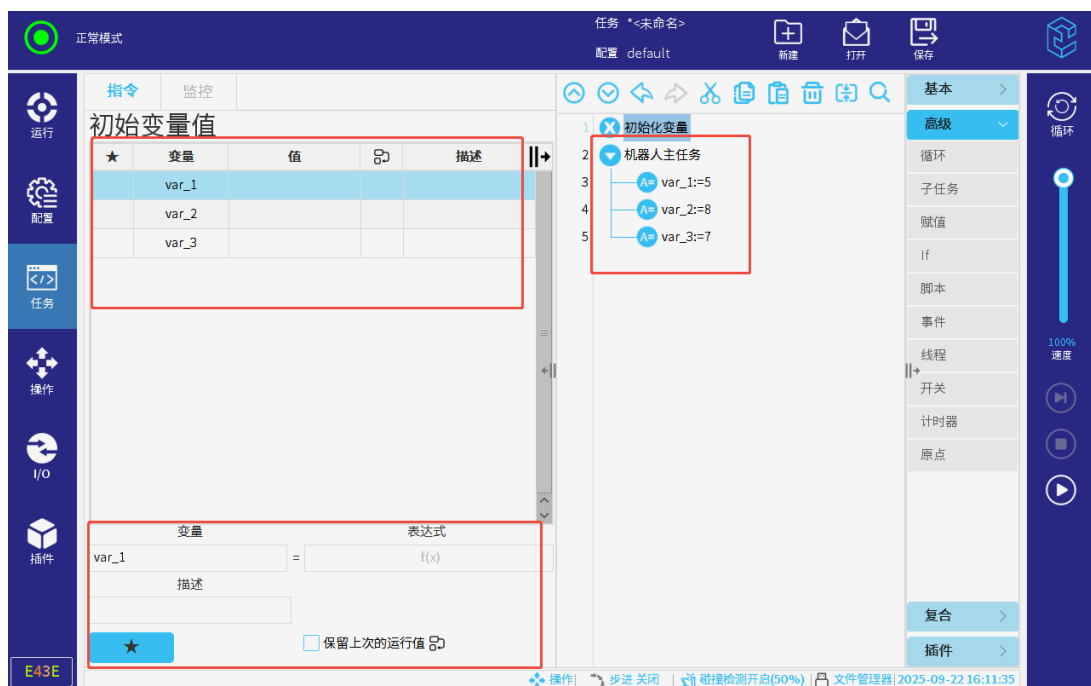

图 3-83: 可选的变量
1. 在“高级” - “赋值”处新建变量后，初始化变量界面及机器人主任务节点下即可展示所有新建的变量，如**图 3-83**所示。
2. 选中任一变量后，在下方可输入、修改其表达式、描述等，如**图 3-83**所示。表达式用于在任务启动时，声明并初始化变量值。